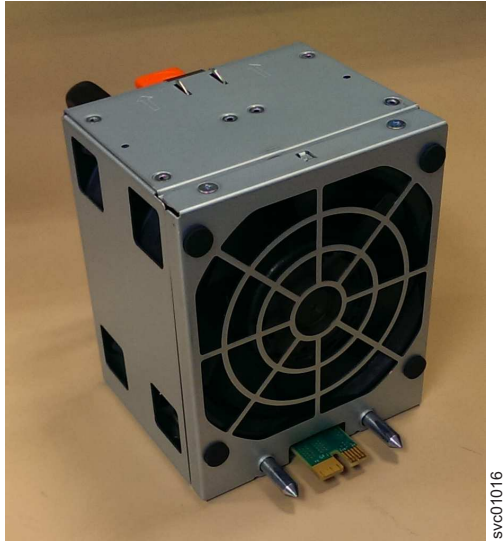

Figura 101. Orientación de módulo de ventilador
1. Sujete el módulo de ventilador con la pestaña de liberación en la parte superior y la patilla de conector en la parte inferior, como se muestra en la Figura 101.